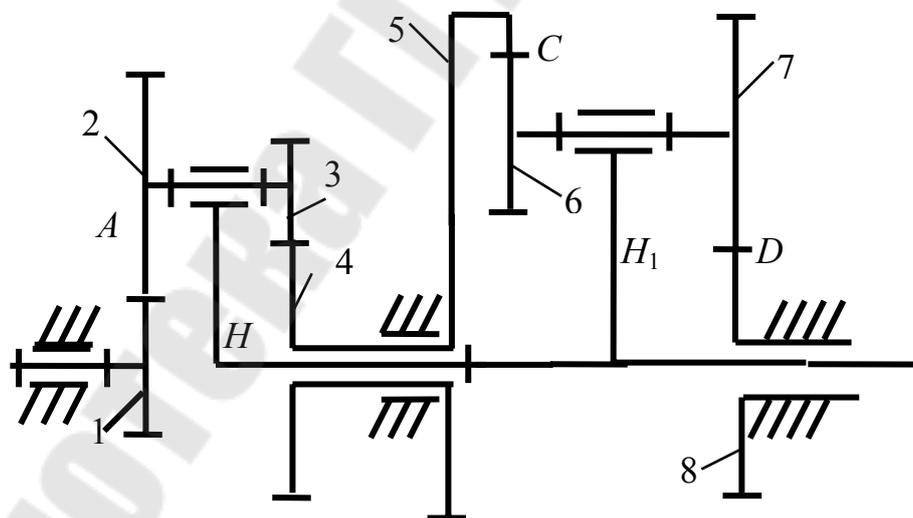

Рис. 9.3
3. Определить угловые скорости звеньев замкнутого дифференциального механизма (рис.9.3), если угловая скорость зубчатого колеса 1 равна  $\omega = 100 \text{ с}^{-1}$ . Исходные данные приведены в табл. 9.3